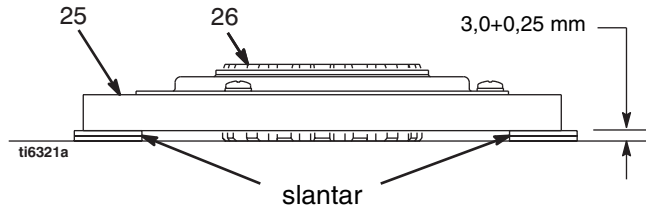

FIG. 8
1. FIG. 8. Lägg två högar med två femtioöringar vardera på en jämn bänkyta.
2. Lägg armaturen (25) på slantarna.
3. Tryck ner mitten på navet (26) till bänkytan.